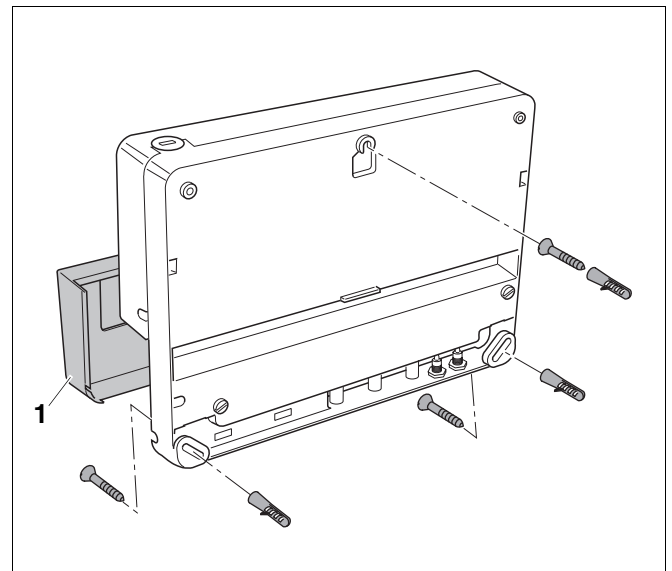

Abb. 9 Regelgerät montieren
- Öffnen Sie die mit einem Schlitz-Schraubendreher die Klemmleistenabdeckung (Abb. 9, **Pos. 1**).
- Schließen Sie die Klemmleistenabdeckung (Abb. 9, Pos. 1, Seite 17).